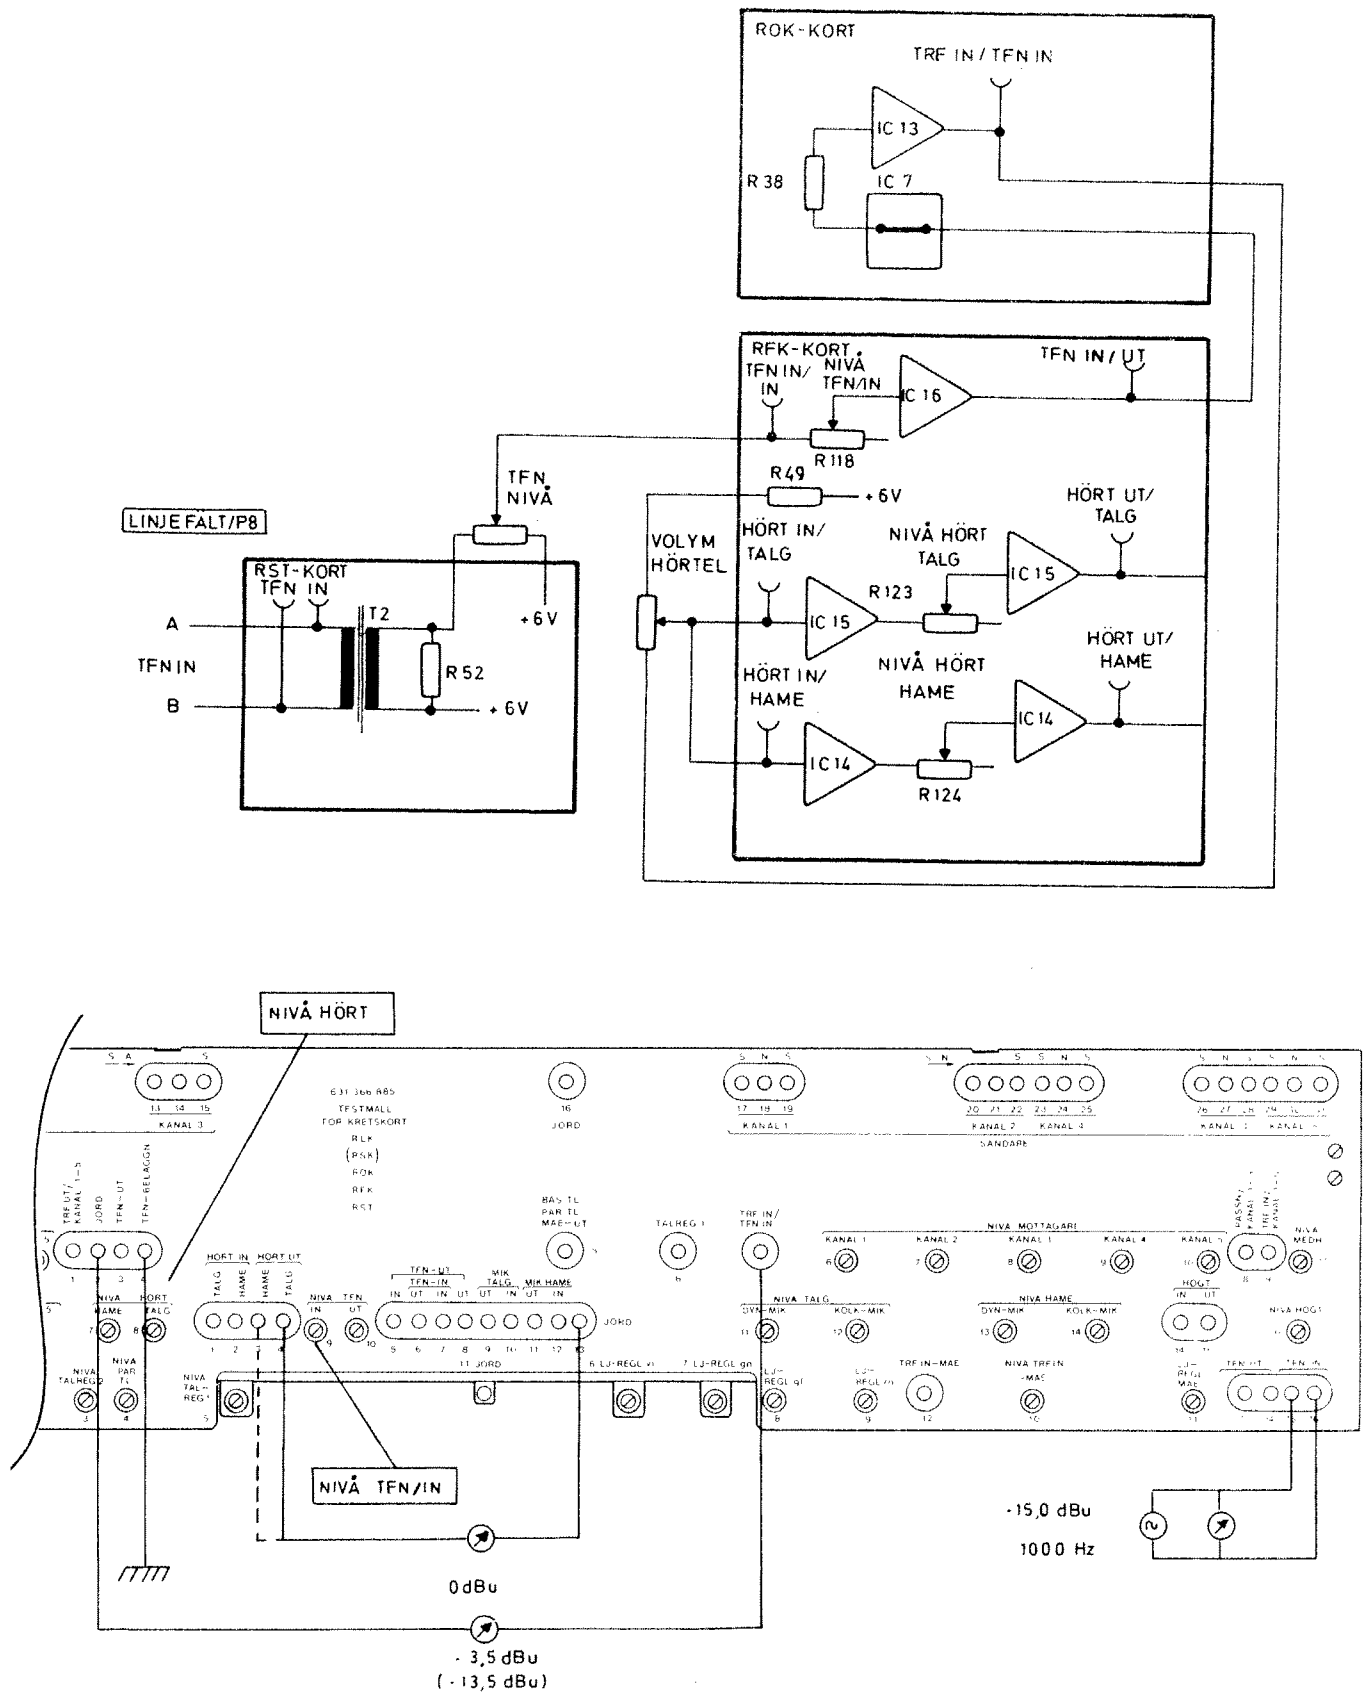

Bild 24
- Anslut LF-generatorn och URI-metern till radiomanöverenhetens mätuttag TFN IN på RST-kortet, se bild 24.